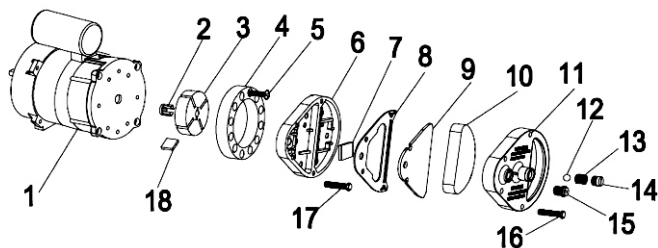

Fig.3
Nettoyer les filtres à air. Retirer le couvercle d'extrémité du filtre (11), laver le filtre à air (10) à l'aide d'un détergent léger et le sécher soigneusement avant de le réinstaller. Remplacer le filtre de distribution d'air (9) une fois par an (Fig.3)